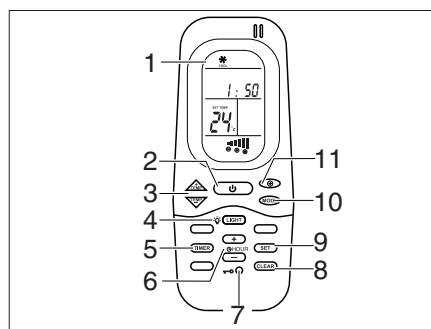
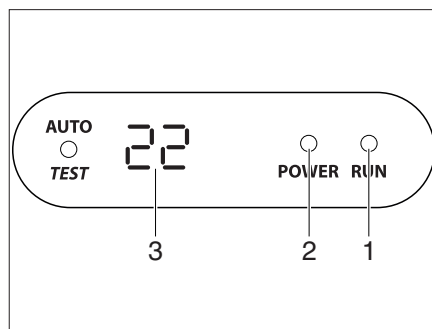

Fig. 338 Mando a distancia
Fig. 339 Pantalla en el difusor
La instalación de aire acondicionado está colocada en el techo del vehículo. El mando a distancia (Fig. 338) de la instalación de aire acondicionado está en la zona de la cocina.
La instalación de aire acondicionado está lista para el funcionamiento. El LED (Fig. 339,2) en la pantalla del difusor se ilumina de color rojo.
- Para la conexión, pulsar el interruptor ON/OFF (Fig. 338,2) en el mando a distancia. El LED (Fig. 339,1) se enciende en color verde cuando la instalación de aire acondicionado está funcionando en el modo de refrigeración. El LED (Fig. 339,1) se enciende en color rojo cuando la instalación de aire acondicionado está funcionando en el modo de calefacción.
- Ajustar con la tecla MODO (Fig. 338,10) el modo de funcionamiento deseado.
- Si es necesario, ajustar con la tecla (Fig. 338,11) el nivel deseado del ventilador y con las teclas (Fig. 338,3) la temperatura ambiente.
- Para la desconexión, volver a pulsar el interruptor ON/OFF (Fig. 338,2) en el mando a distancia.
- Para la programación, encender la instalación de aire acondicionado con el interruptor ON/OFF (Fig. 338,2) en el mando a distancia.
- Pulsar la tecla TIMER (Fig. 338,5). Se activa la indicación ON de la hora de inicio.
- Ajustar la hora con las teclas TEMP (+/-) (Fig. 338,3).
- Volver a pulsar la tecla TIMER (Fig. 338,5). Se activa la indicación OFF de la hora de inicio.
- Volver a pulsar la tecla TIMER (Fig. 338,5).
- Una vez finalizado el ajuste, pulsar la tecla SET (Fig. 338,9).
- Para borrar la programación del temporizador, pulsar la tecla CLEAR (Fig. 338,8).